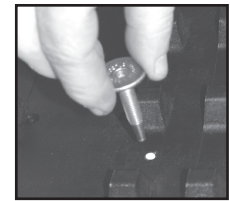

Figure 1
1. Enfoncez le crampon dans le trou à partir de l'intérieur de la chenille. (figure 1)